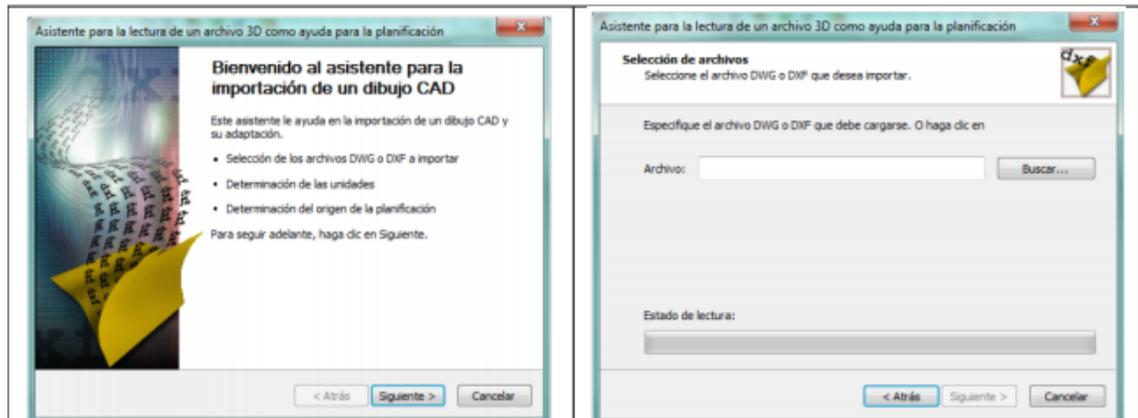

Figura 3. Proceso de importación del plano.
- Al seleccionar el archivo DWG o DXF aparece una ventana para comenzar la importación del archivo, a continuación se da siguiente para seguir con la importación (Figura 3 imagen izquierda). Al momento de dar siguiente, aparece otra ventana donde se da clic en buscar (Figura 3 imagen derecha), para encontrar el archivo que está en AutoCAD.